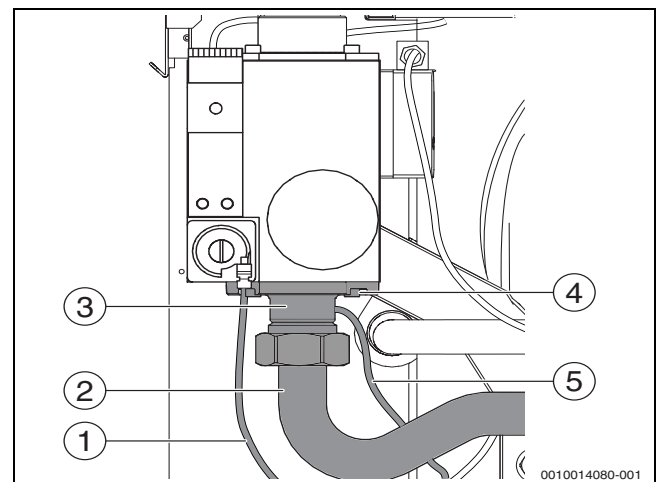

Bild 23 Gasblende ausbauen
- ▶ Messleitungen für Kompensation [1] und Gas-Ausgangsdruck [5] auf korrekten Sitz prüfen (→Bild 23 und 17.4.3, Seite 61).